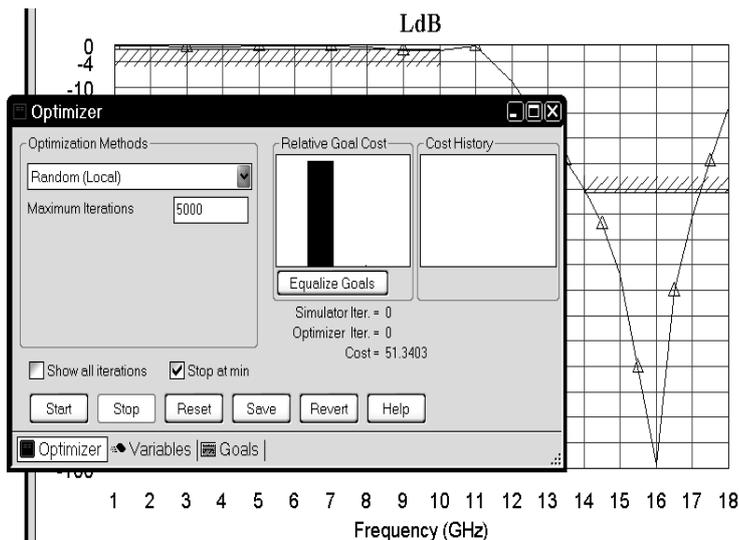
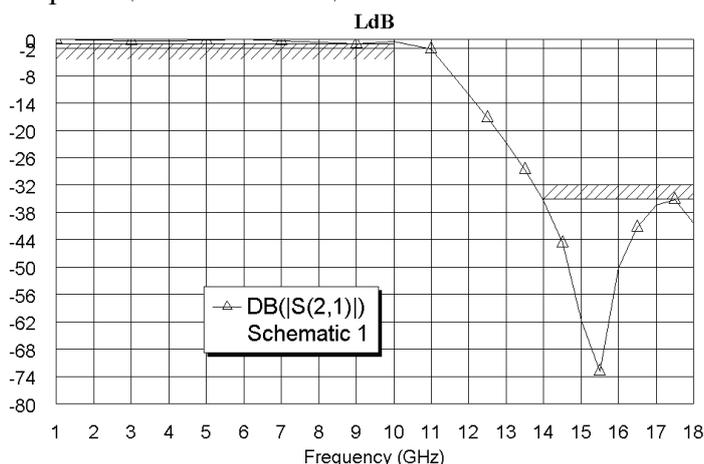

Рис. 1.20
Рис. 1.21
1. Выберите в меню команду **Simulate>Optimize**. Откроется окно **Optimizer** (рис. 1.20).
Полученный после оптимизации график показан на рис. 1.21. Из этого графика видно, что поставленные в задании требования выполняются. В зависимости от выбранного метода оптимизации и других установок в окне рис. 1.20 результаты оптимизации могут несколько отличаться от полученных здесь.